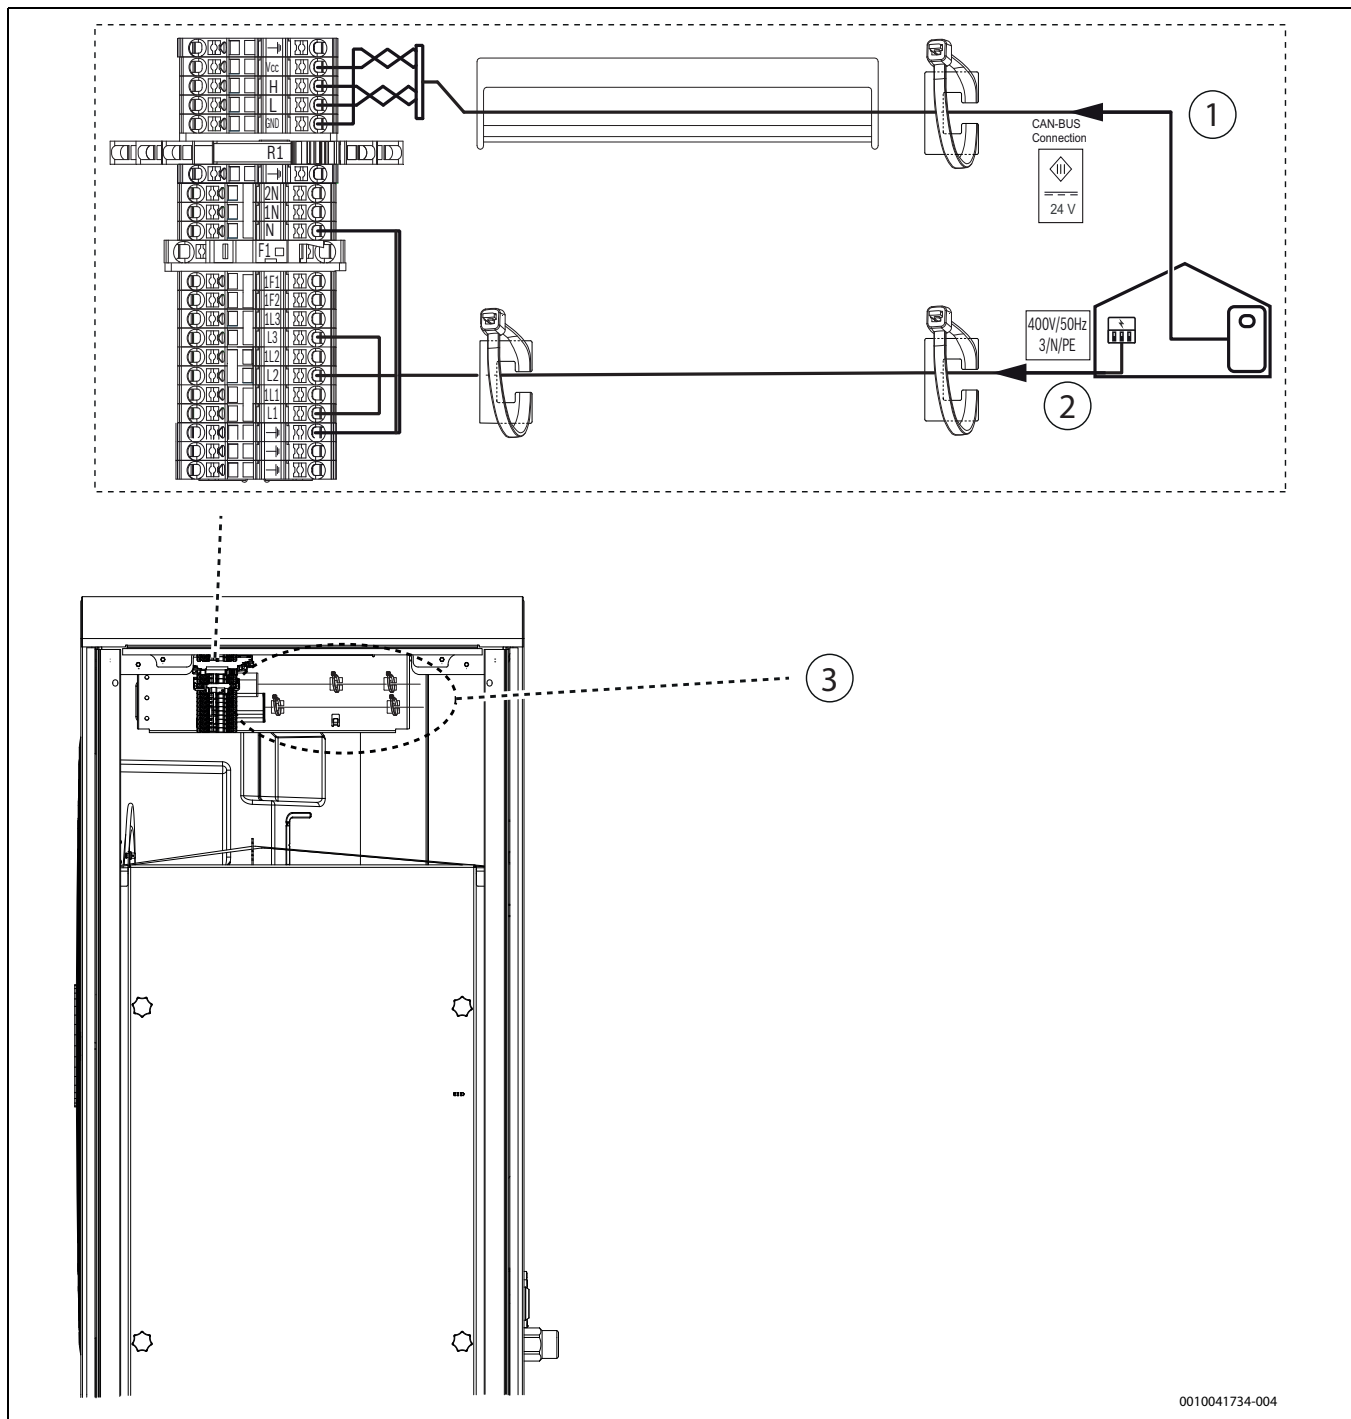

Bild 34 Anschlussklemmen am Installationsanschlussbereich
- ▶ Kabel entsprechend → Abbildung 34 anschließen.